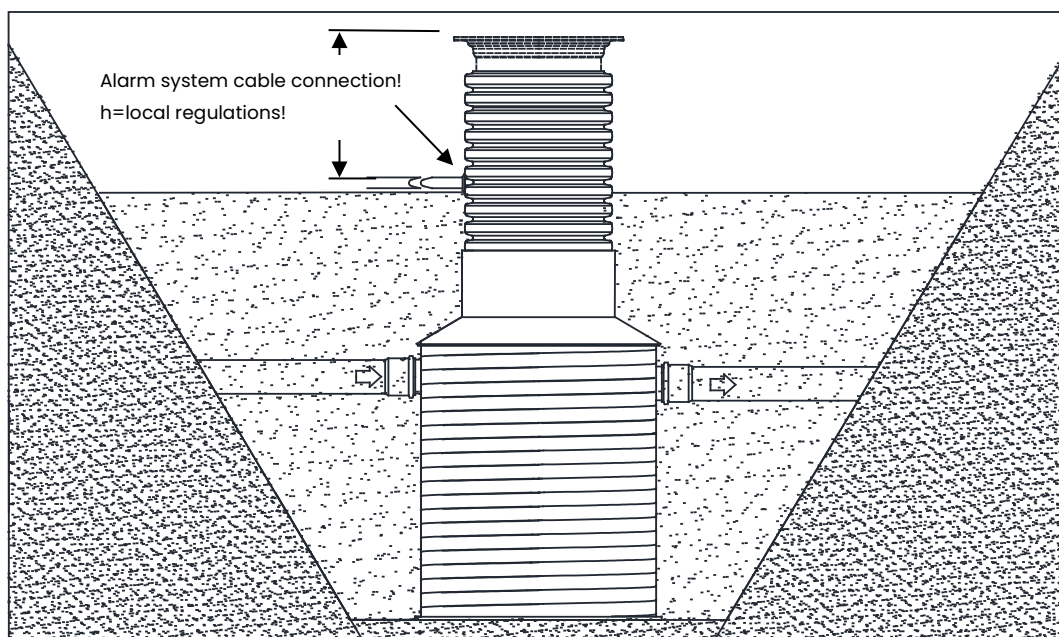

Bild 15. Ansluta larmet
G. Fortsätt återfyllningen upp till nivån för larmsensoranslutningen (höjden beror på lokala föreskrifter) (Bild 15.) med lagertjocklek 300 mm, packa inte direkt ovanför rörledningen och avskiljaren, håll avståndet på minst 300 mm.